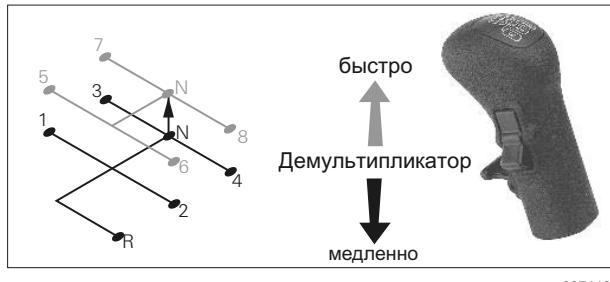

Рис. 7
- Рекомендуется движение рычага переключения передач открытой рукой, как на Рис. 7а.
Предварительное переключение демультиплексора производится преселектором на рычаге переключения передач (Рис. 7).
- Переключение из ряда 3/4 в 5/6 или наоборот должно происходить коротким толчком ладонью по рычагу переключения передач. Рычаг переключения передач необходимо переводить равномерно и без приложения большого усилия (Рис. 7а).
Рис. 7а